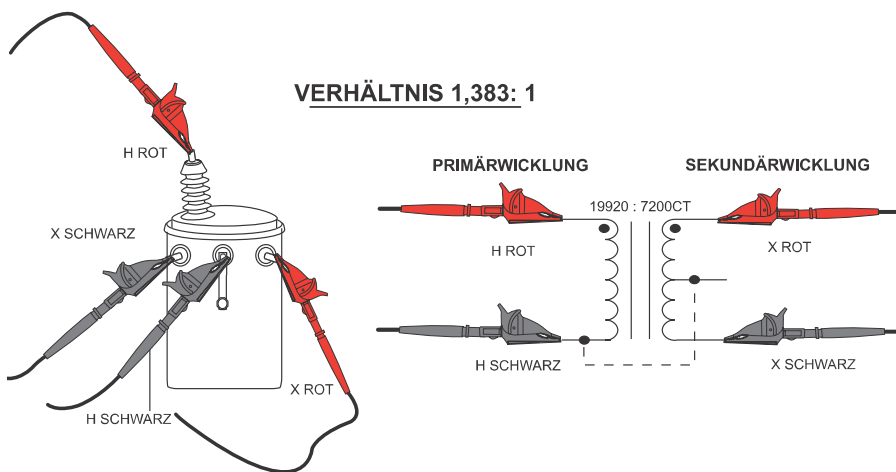

Abb. 5-2
1. Die Leitungen der Primärwicklung (H) und Sekundärwicklung (X) an den DTR®8510 und an den überprüften Transformator anschließen (siehe Abb.5-2).